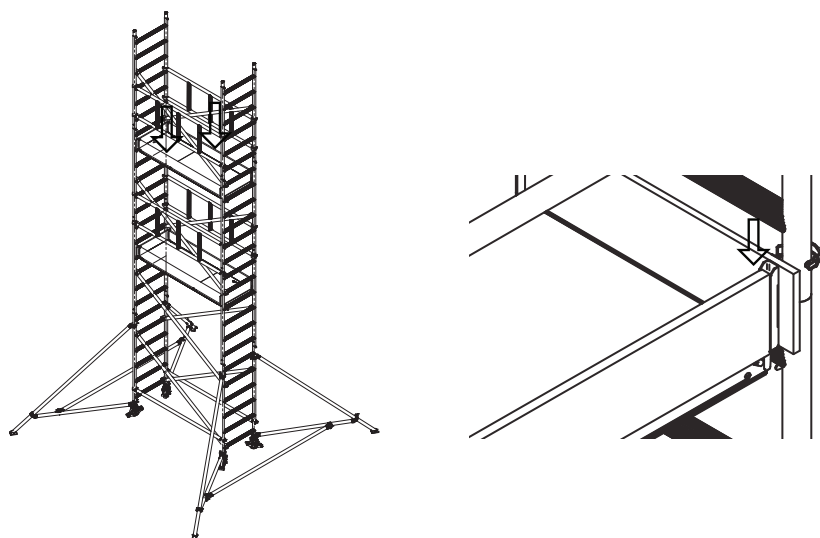

Rys. 69. Montaż stężeń skośnych
17. Zamontować kolejno stężenia skośne tak aby dolne haki były zamontowane na 1 szczelach górne haki na 5 szczelach licząc od drugiego podestu. Należy sprawdzić prawidłowe napięcie zabezpieczeń haków (Rys. 69).